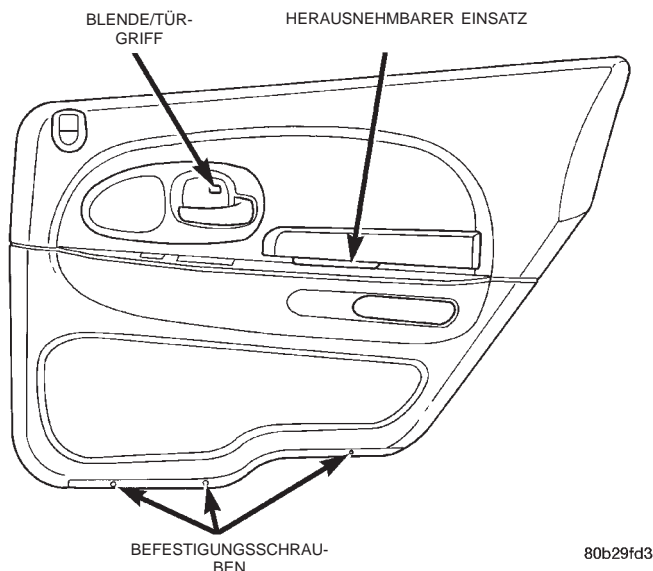

Abb. 84 Türverkleidung/Hintertür—Typisch
(1) Je nach Ausstattung, den Verschlussstopfen der Verkleidung aus der Blende des Türinnengriffs heraushebeln. Dazu ein Werkzeug mit kleiner, flacher Klinge in die Kerbe einführen und Stopfen heraushebeln (LHS/300M).
(2) Befestigungsschraube im herausnehmbaren Einsatz lösen.
(3) Befestigungsschraube in der Blende des Türinnengriffs lösen.
(4) Die drei Befestigungsschrauben an der Unterkante der Tür lösen (Abb. 84).